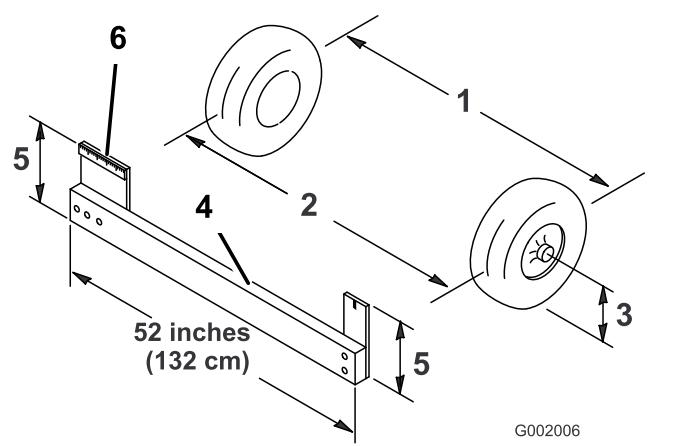

Figure 48
4. Mesurez la distance entre les roues avant à hauteur d'essieu, à l'avant et à l'arrière des roues (Figure 48).
Remarque: Un gabarit ou un compas à verges est nécessaire pour mesurer l'arrière des roues avant à hauteur d'essieu. Utilisez le même gabarit ou outil pour mesurer précisément l'avant des roues avant à hauteur d'essieu (Figure 48).